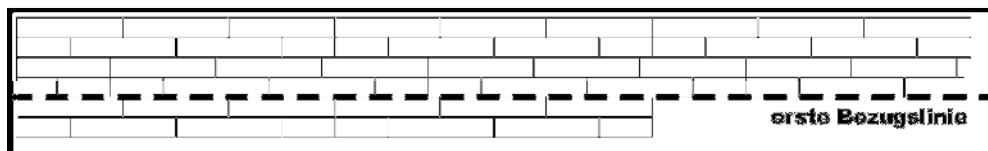

Abb. 1
- Fertigparkett kann keinen Höhenausgleich von Unebenheiten des Untergrundes bewirken. Es sind die Anforderungen gemäß DIN 18202 anzuwenden (Tabelle 3 Zeile 4 sowie Diagramm Bild 1). Beispiel: bei einem Meßpunktabstand von 1 m darf die Abweichung zur Ebenheit max. 3 mm betragen. Werden die Ebenheitstoleranzen überschritten muß dies mit geeigneten Mitteln (schleifen und/oder spachteln) behoben werden.
- Anhydritestrich (AE) und Anhydritfließestrich (AFE) müssen mechanisch vorbehandelt werden – AE bürsten, AFE schleifen – und gründlich abgesaugt werden. Beachten Sie die Vorschriften der Estrichhersteller.